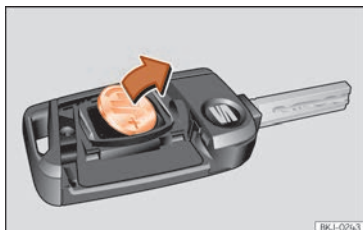

Fig. 134 Llave del vehículo: extracción de la pila.
- Extraiga la pila del compartimento con un objeto fino adecuado » » » fig. 134.
- Coloque la pila nueva tal como se muestra » » » fig. 134 y presiónela en el compartimento para la pila en sentido contrario a la flecha » » » ❷.